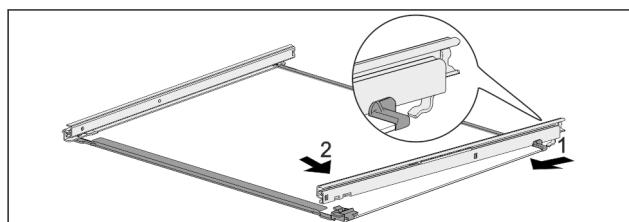

Fig. 121 Ripiano in vetro con guide
- ▶ Agganciare la guida sul lato posteriore. Fig. 121 (1)
- ▶ Innestare la guida sul lato anteriore. Fig. 121 (2)